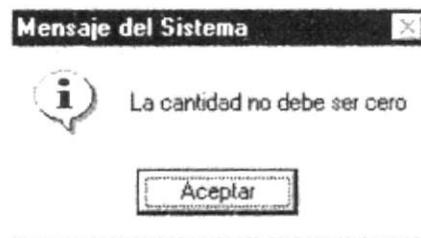

Figura 8.20 Mensaje de Información
6. La cantidad que va a ingresar debe ser mayor a cero, de lo contrario aparecerá el siguiente mensaje. **Figura 8.20**